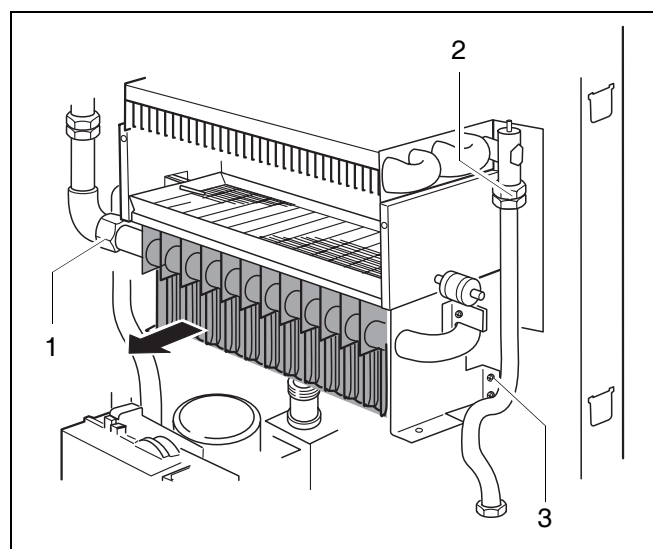

fig. 41 Enlever le brûleur
- Desserrer les vis du brûleur du côté eau (fig. 41, pos. 1).
- Dévisser les vis de fixation du brûleur situées au dos (fig. 41, pos. 3).
- Enlever le brûleur (fig. 41).
- Desserrer l'écrou de retour de l'échangeur de chaleur (fig. 41, pos. 2).